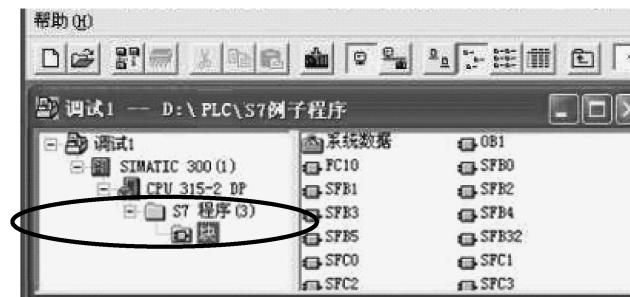
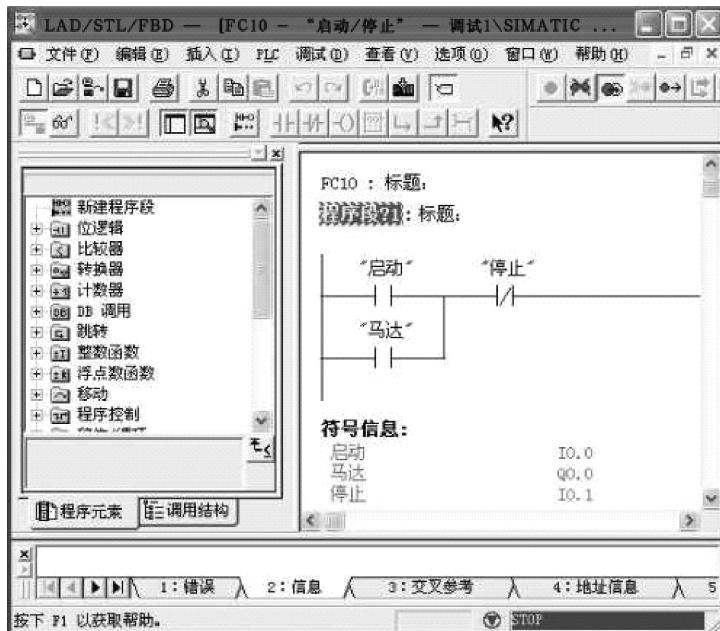

图 3-54 在线块中的目录
图 3-55 FC10 在线块界面
- 2) 从在线窗口中单击“块”文件夹，显示在线块的目录，如图 3-54 所示。
- 3) 双击希望打开的块，比如双击图 3-54 中的“FC10”图标，打开 FC10 的在线界面，如图 3-55 所示。